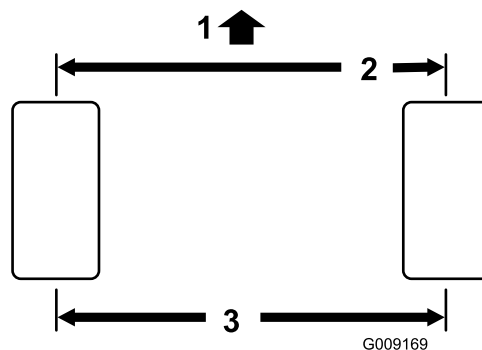

Figura 55
2. Misurate l'interasse (all'altezza dell'assale) sulla parte anteriore e posteriore dei pneumatici di sterzo (Figura 55). La misura rilevata deve essere di 0 ± 3 mm tra la parte anteriore e la parte posteriore del pneumatico. Ruotate il pneumatico di 90° ed eseguite un'altra misurazione.